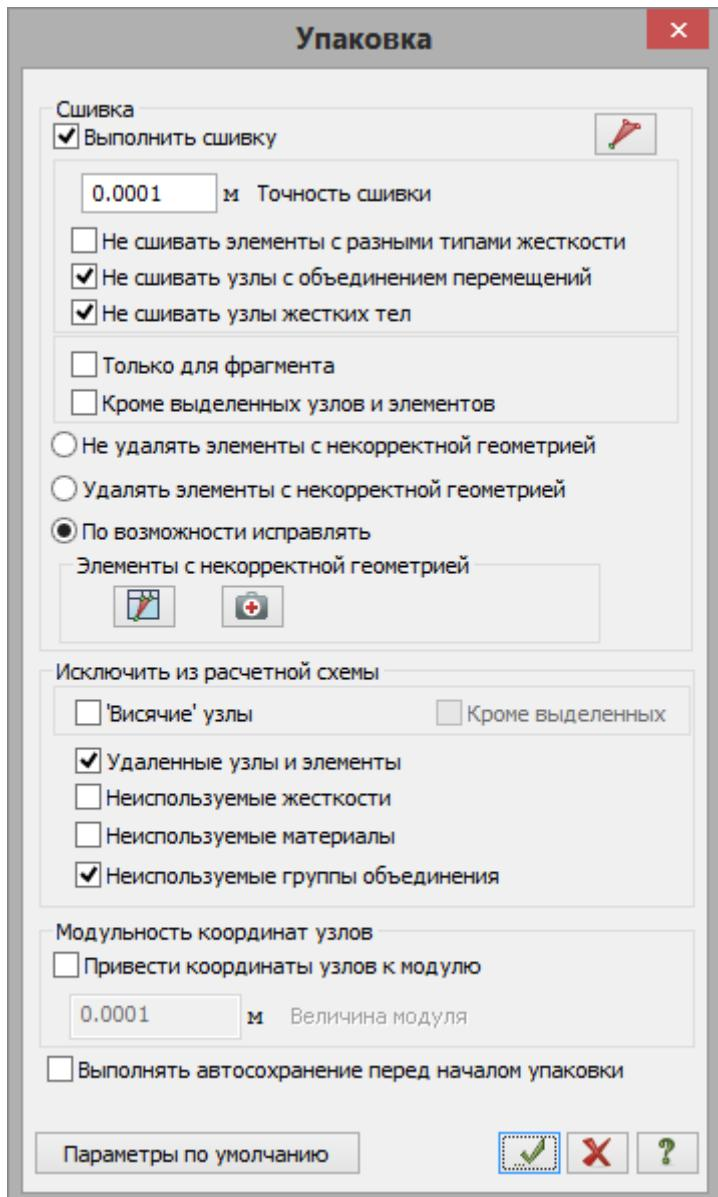

Рис.5.13. Диалоговое окно Упаковка
- Щелчком по кнопке  – Упаковка схемы (панель Редактирование на вкладке Создание и редактирование) вызовите диалоговое окно Упаковка (рис.5.13).